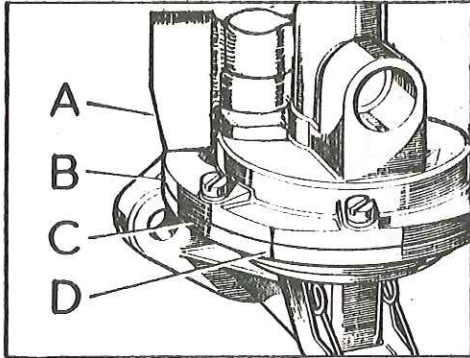

Fig. L2-15 Marcas de alineación
- 1.1. Trazar en los cuerpos superior e inferior de la bomba unas señales, D (Fig. L2-15) para facilitar la correcta alineación durante el montaje.